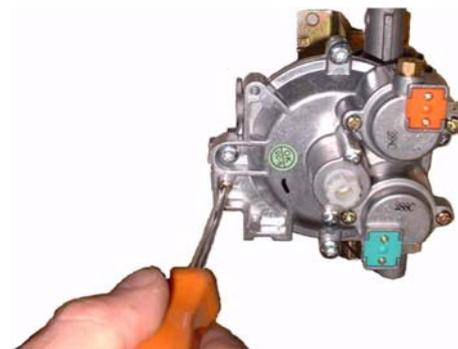

Bild 5
- ▶ Die Schraube von den Gasarmatur entfernen (Bild 5).